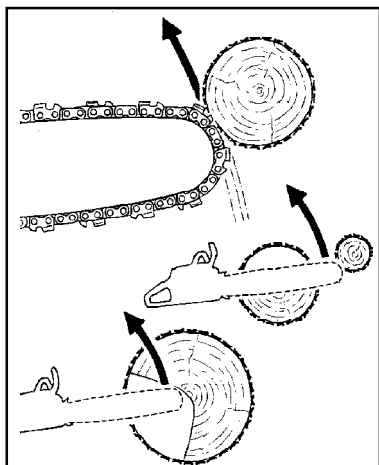

Рисунок 21 - Возможные случаи отдачи (рывок режущего оборудования)
2.3.8 Отдача (рывок назад) имеет место при пилении верхней стороной шины, когда пильная цепь в зоне верхнего конца шины случайно попадает на дерево или другой твердый предмет, на соседний сук или защемляется в резе, см. рисунок 21. Электропилу по дуге отбрасывает в сторону рабочего, как показано на рисунке 22, что может привести к тяжелой травме.